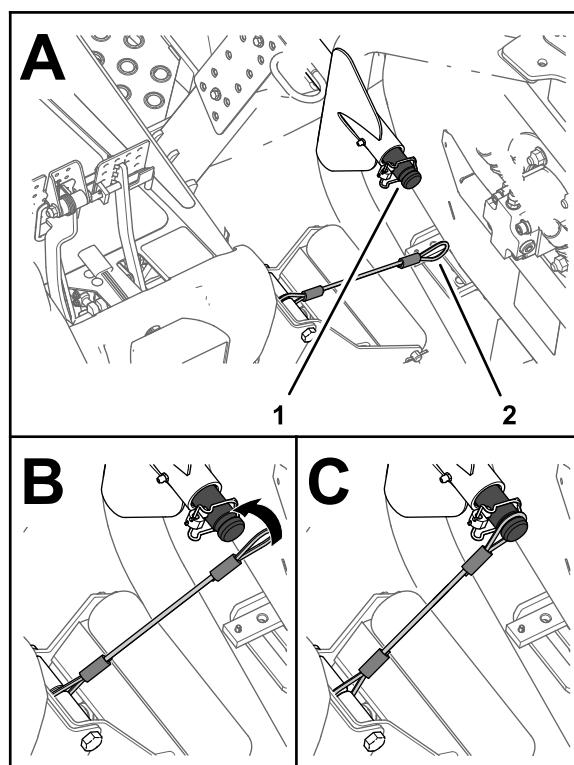

Figura 40
5. Aliniați curea cu arborele de transport al braului de ridicare pentru unitatea de tăiere exterioară din față (Figura 40).
6. Glisați buclă de curea peste arborele de transport până când curea este complet așezată în adâncitura din arbore (Figura 40).